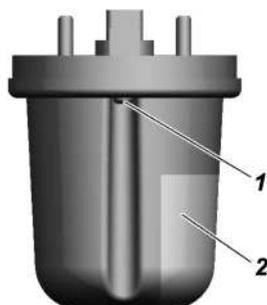

Рис. 9.34. Боковой указатель поворота:
**Боковые указатели поворота** установлены сбоку на передних крыльях. Для замены лампы указателя поворота отверните винты 1 (рис. 9.34), снимите рассеиватель указателя поворота 2 и замените лампу.